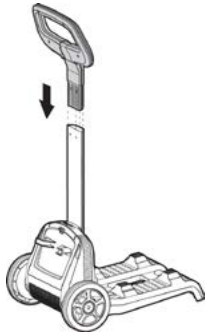

Figura 12
1. Inserte el mango del carrito en el soporte del mango. Ver **Figura 12**.